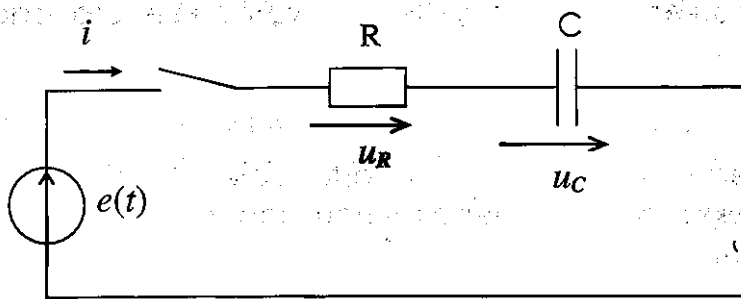

Рис. 21.1
1. Эквивалентная схема исследуемой цепи, состоящая из источника ЭДС, резистора R и конденсатора C (рис. 21.1).